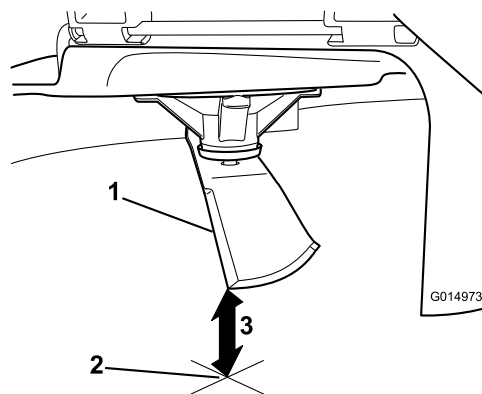

**Figure 49**
- Mesurez la distance entre la lame et la surface (A)
- Tournez la même lame de 180 degrés pour amener l'autre tranchant à la même position (Figure 49).